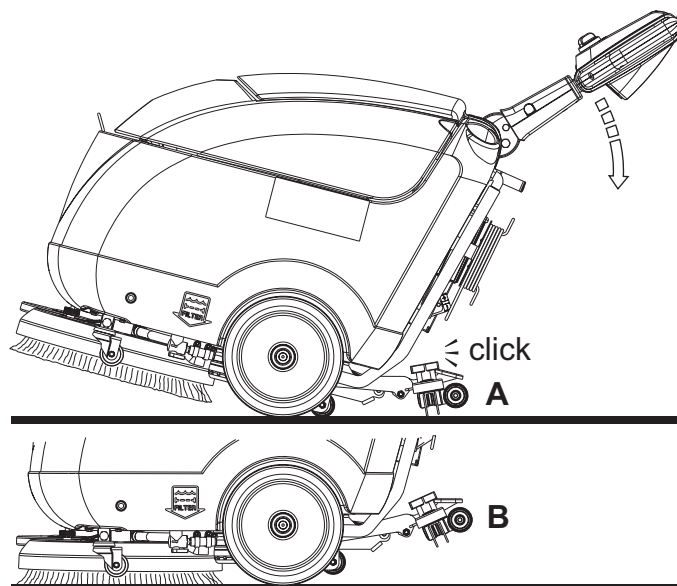

Рис. 1
1. Обхватите рукоятку (2), и опустите ее пока заднее колесо (7) не коснется пола (А, рис. 1), а затем поднимите швабру (В).